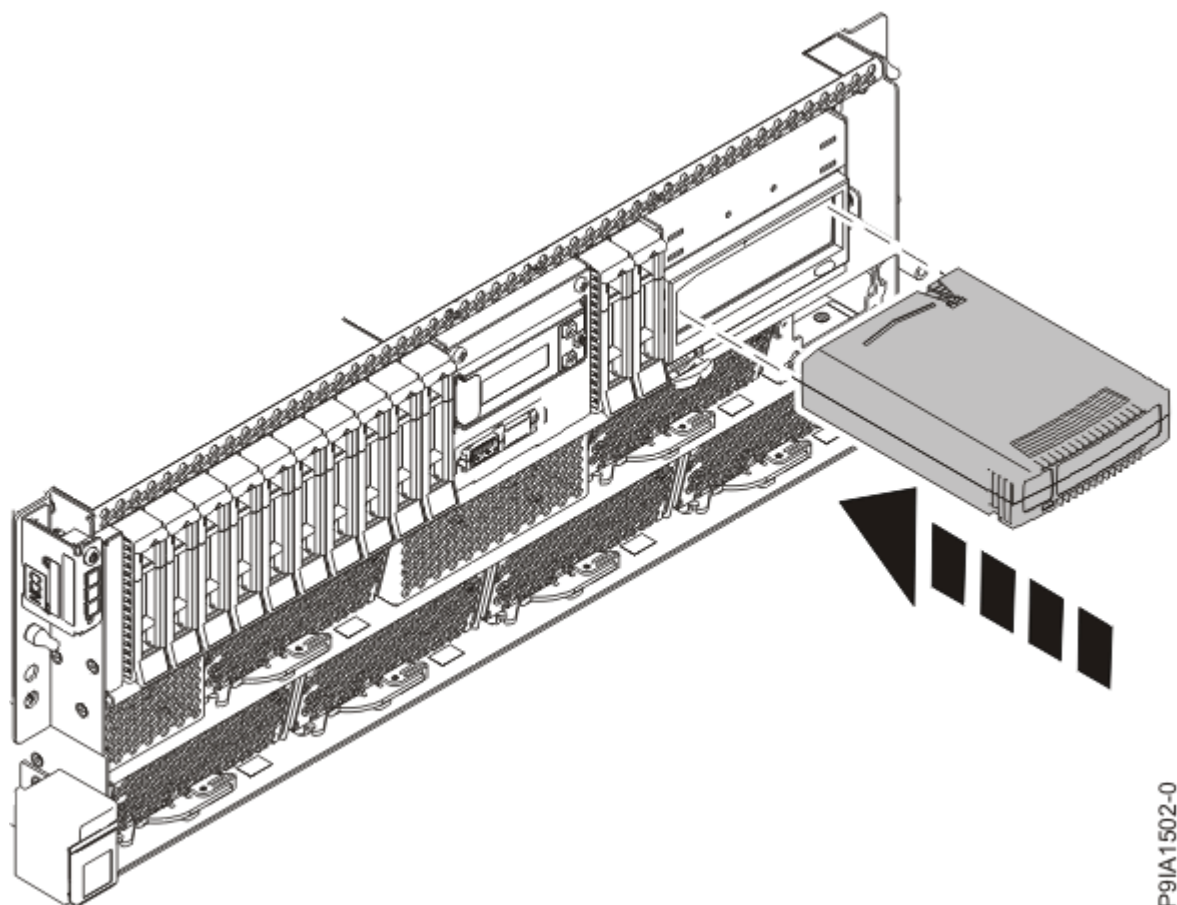

図 65. 内蔵 RDX 取り外し可能ディスク・ドライブの再取り付け
2. 内蔵 RDX 取り外し可能ディスク・ドライブをドッキング・ステーションに差し込みます (76 ページの 図 65 を参照)。